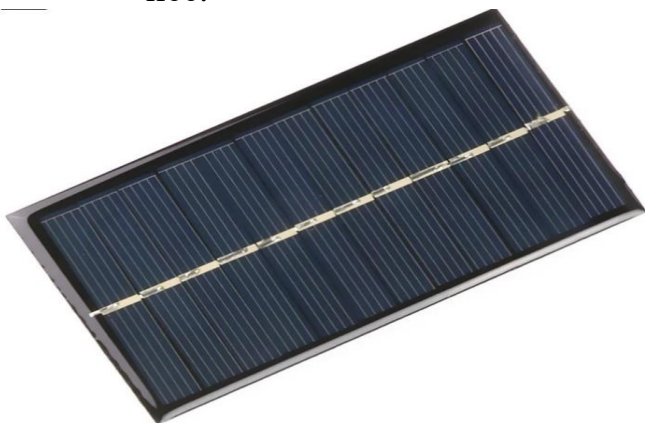

Рис. 14. Солнечная панель
- Выполнить сборку и адаптацию с собираемой моделью КА системы крепления солнечных батарей (рис. 14) и систему энергоснабжения для нее.